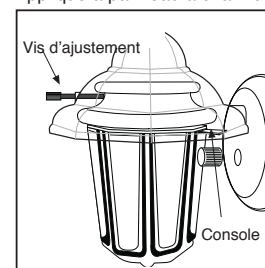

Figure 7
- Si l'applique est à verrerie à vis d'ajustement avant, desserrer cette dernière avec précaution, retirer la verrerie et insérer l'ampoule. Remonter le verre avec précaution en ajustant sa partie arrière dans les consoles, puis le fixer au moyen des vis d'ajustage. Noter que la vis d'ajustage et la console sont à des niveaux différents sur la corniche (voir la figure 7).